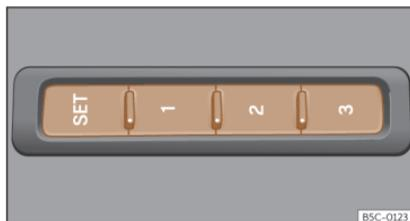

Fig. 110 En el lateral exterior del asiento del conductor: teclas de memoria.
- Pulse la tecla **SET** durante más de 1 segundo»» fig. 110.